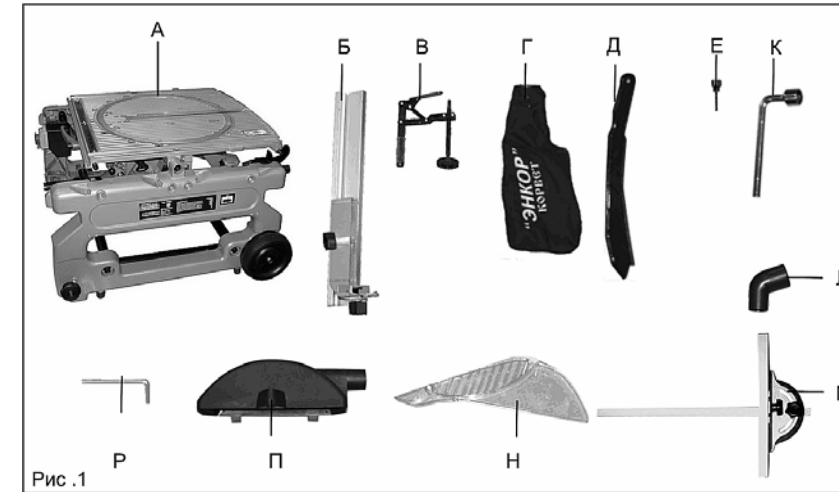

Рис.1
4. КОМПЛЕКТНОСТЬ (Рис.1)
В комплект поставки входит (рис.1):